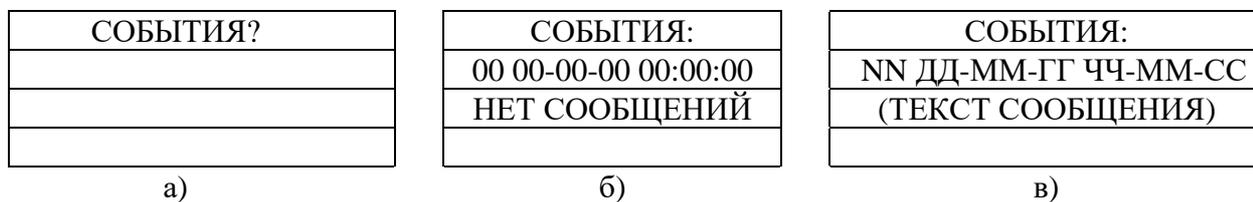

Рисунок 2.4 - Примеры экранов при работе в меню "СОБЫТИЯ ?"
Аварийная и технологическая информация, представленная сообщениями в формате [№№_ДАТА_ВРЕМЯ_ текст сообщения], просматривается и квитируется после выбора пункта меню "СОБЫТИЯ?" (рисунок 2.4а). Во второй строке индикатора отображается:
- №№ - порядковый номер не квитированного сообщения, на текущий момент времени (рисунок 2.4в);